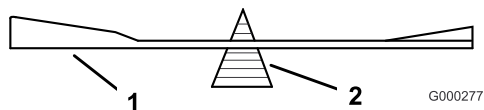
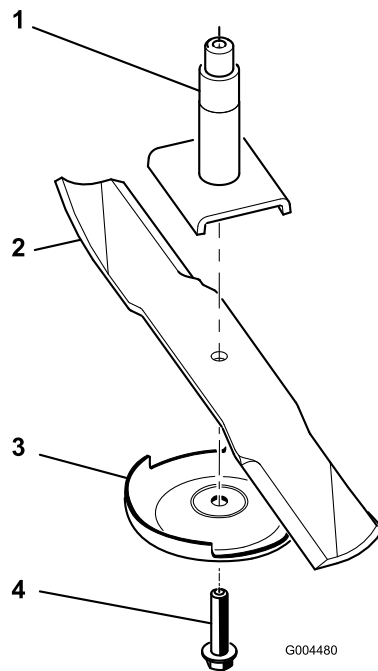

Figura 74
Figura 75
2. Togliete il bullone della lama, la piastra antistrappo e la lama dall'asse del fusello (Figura 75).
2. Controllate l'equilibrio della lama posizionandola su un bilanciatore (Figura 74). Se la lama rimane in posizione orizzontale, è bilanciata e può essere utilizzata. Se la lama non è bilanciata, limate del metallo soltanto dalla costa (Figura 75). Ripetete la procedura finché la lama non è perfettamente bilanciata.
1. Montate la lama sull'asse del fusello (Figura 75).
2. Montate la piastra antistrappo e il bullone della lama (Figura 75).